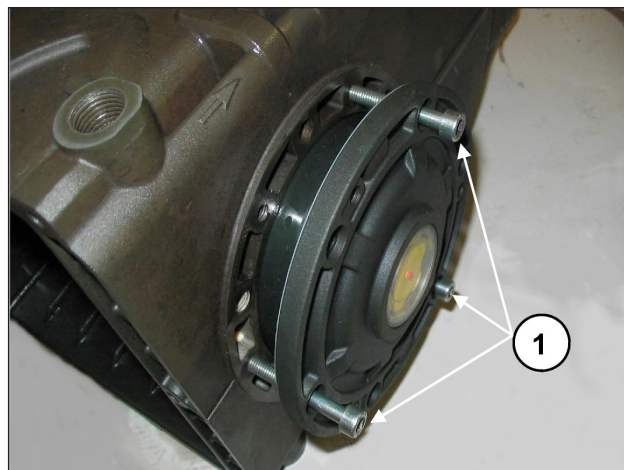

Fig. 8
Avant de monter les couvercles latéraux, s'assurer de la présence des joints toriques d'étanchéité et des bagues d'appui uniquement sur le couvercle côté voyant. Pour faciliter l'insertion du premier tronçon et donc l'insertion des couvercles sur le carter, il est conseillé d'utiliser 3 vis M6 x 40 partiellement filetées (Fig. 8, rep. ①) pour ensuite compléter l'opération avec les vis fournies (M6x16).